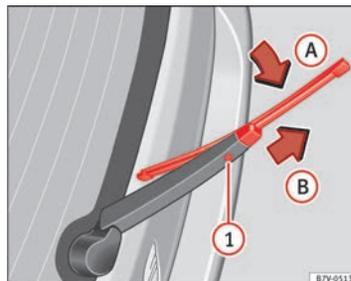

Fig. 161 Remplacement du balai de l'essuie-glace arrière.
- Repliez le balai par le haut vers le bras de l'essuie-glace ⇒ fig. 161 (flèche ①).
- Laissez appuyée la touche de déverrouillage ① et tirez en même temps sur le balai dans le sens indiqué par la flèche ②. Vous devrez probablement utiliser la force.
- Insérez sur le bras de l'essuie-glace un balai neuf **de même longueur et de même type** dans le sens contraire de la flèche ② et encastrez-le. Pour cela, le balai doit être en position replié (flèche ①).